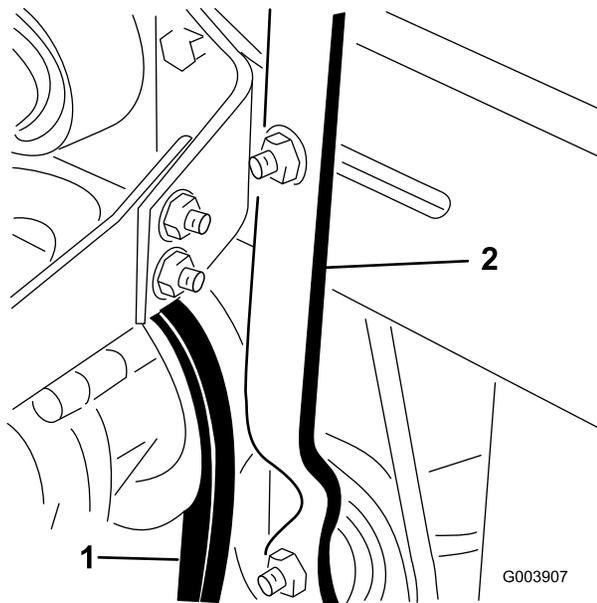

Figure 70
1. Desserrez le contre-écrou du levier du tendeur de courroie (Figure 70).